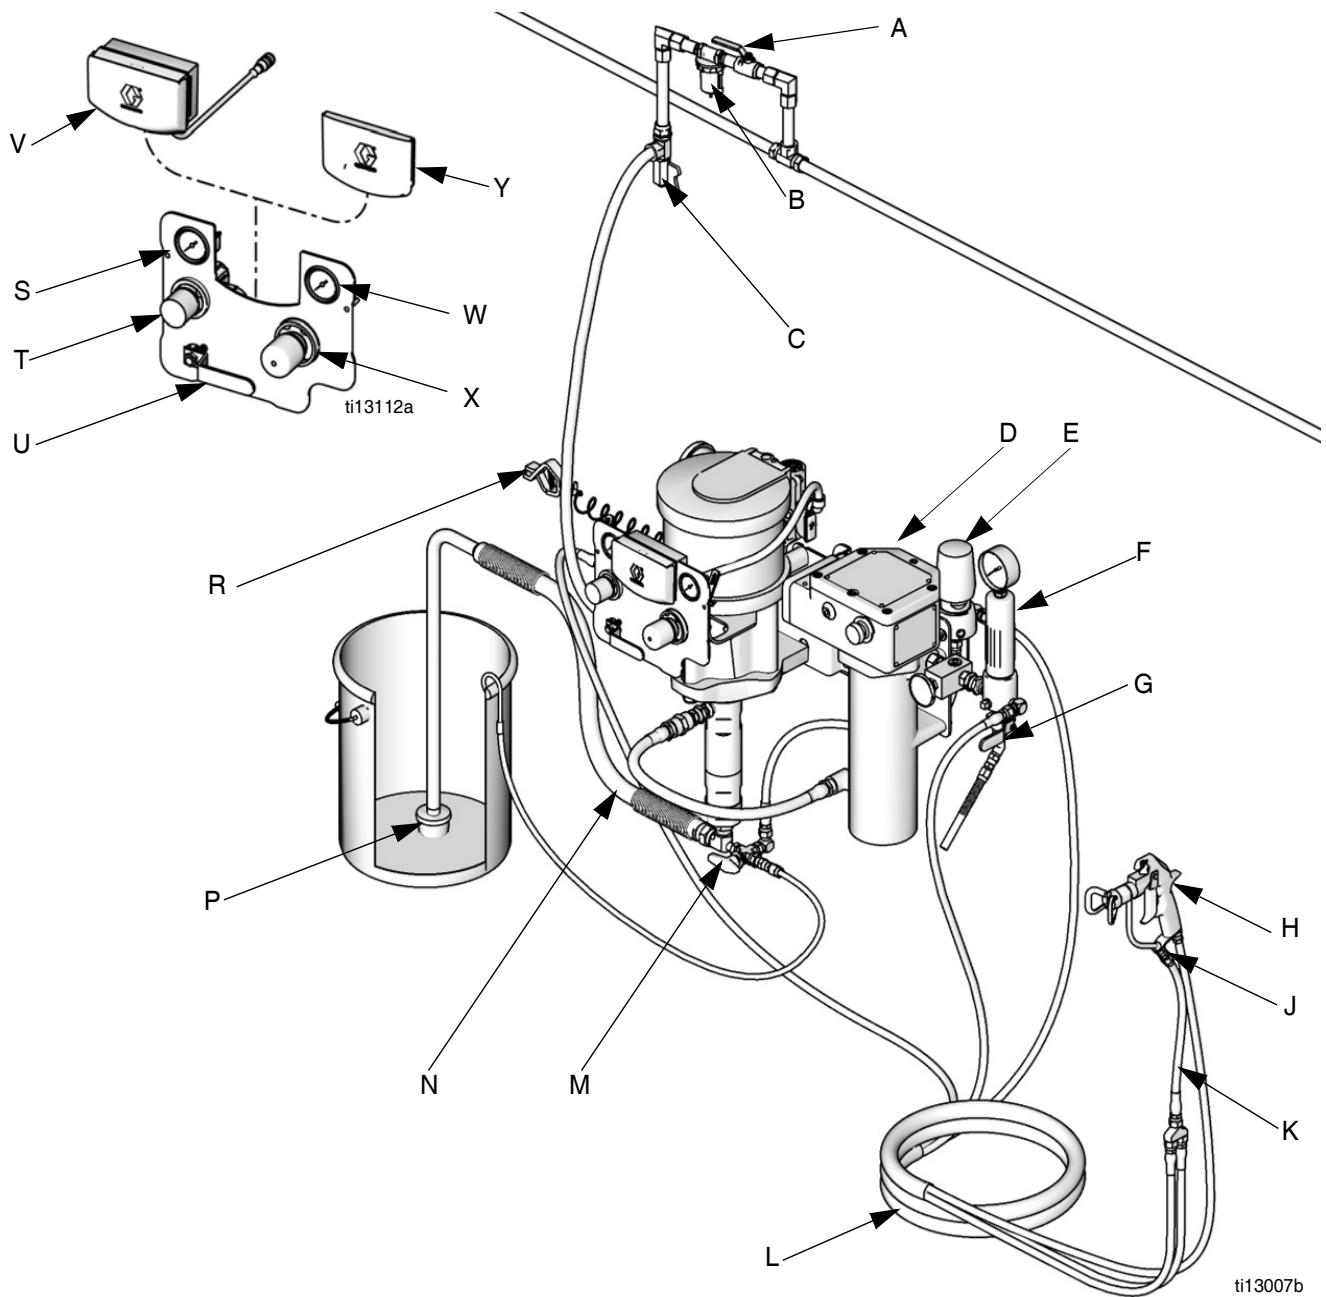

FIG. 1. Typisk installation (ditt paket innehåller inte nödvändigtvis alla föremål som visas).
FIG. 1 är enbart en vägledning vid val och installation av systemkomponenter och tillbehör. Kontakta en Graco-distributör om du behöver hjälp med att konstruera ett system som är anpassat efter just dina behov.
Se FIG. 1. **Komponenterna varierar beroende på vilket paket som beställs.** Se tabellerna på sidorna 6 till 7. Ditt sprutpaket kan inkludera:
Se FIG. 1, sidan 9.
2. Se FIG. 1. Stäng den avluftande huvudkranen (U).